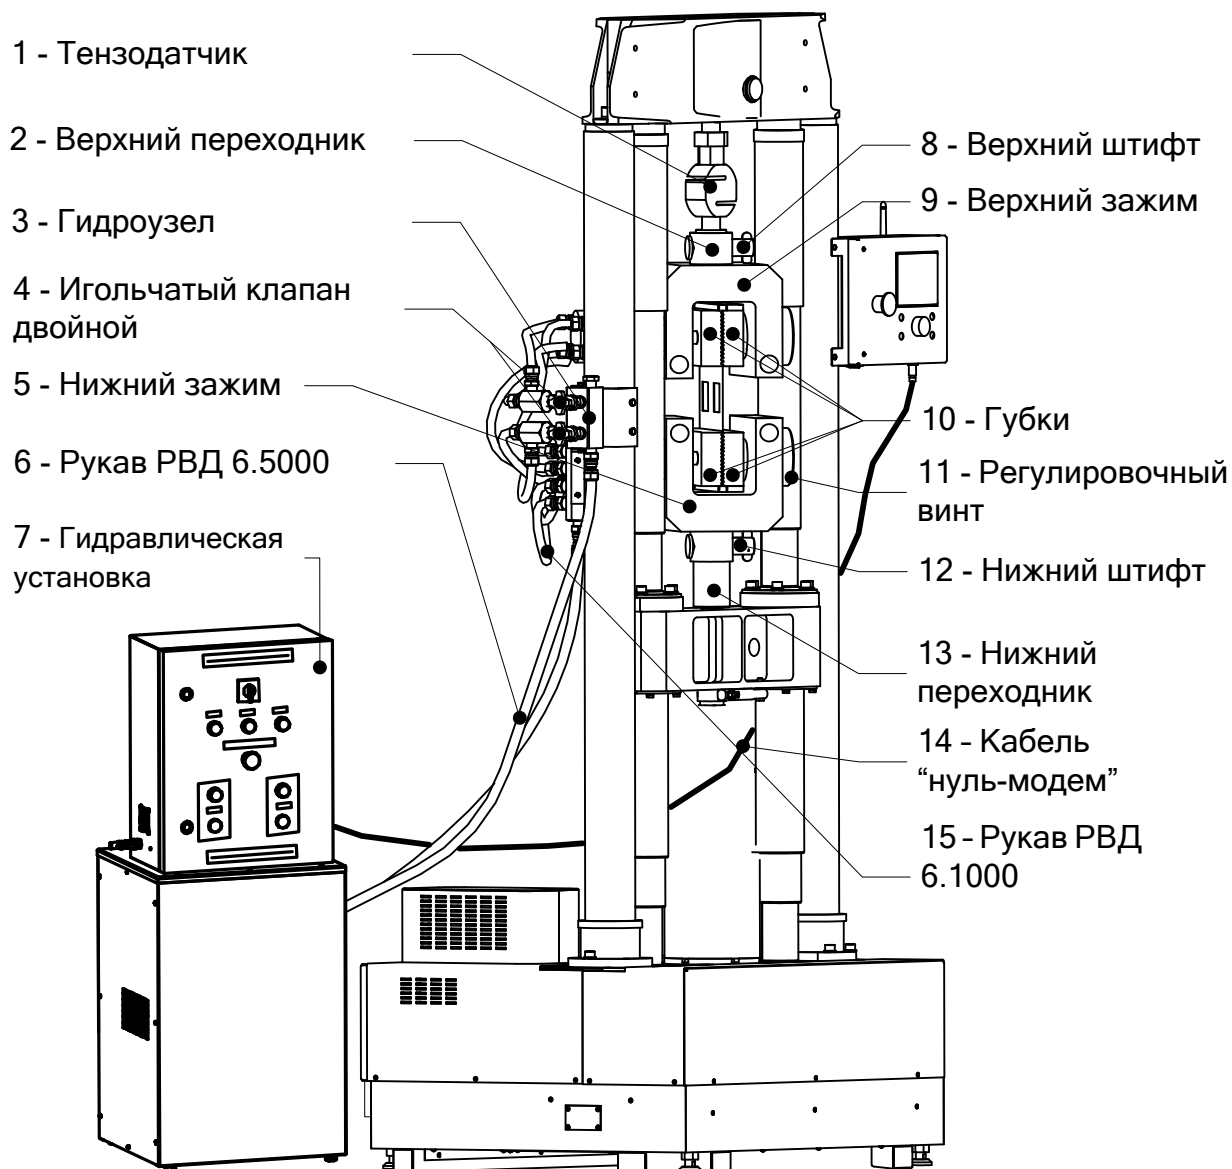

Рисунок 1 – Общий вид тисов, установленных в МРП-20
2.1.4 Зафиксировать при помощи резьбового соединения нижний переходник (поз. 13 рисунок 1, страница 5) в МРП-20. До упора должно оставаться 1-2 витка резьбы. Ось горизонтально расположенного отверстия для штифта должна располагаться в плоскости вертикальных стоек МРП-20.
2.1.6 Установить нижний зажим (поз. 5 рисунок 1, страница 5, см. наклейку на изделии) таким образом, чтобы совпали отверстия для штифта в переходнике и зажиме.
2.1.7 Установить штифт (поз. 12 рисунок 1, страница 5).
2.1.8 На нижний зажим установить верхний (поз. 9 рисунок 1, страница 5; плоскости губок должны совпадать).
2.1.9 Зафиксировать при помощи резьбового соединения верхний переходник (поз. 2 рисунок 1, страница 5) в МРП-20. До упора должно оставаться 1-2 витка резьбы. Ось горизонтально расположенного отверстия для штифта должна располагаться в плоскости вертикальных стоек МРП-20.
2.1.10 Подняв нижнюю подвижную балку МРП-20 вращением ручки управления, зафиксировать соединение верхним штифтом (поз. 8 рисунок 1, страница 5).
2.1.11 Зафиксировать гидрораспределитель (поз. 3 рисунок 1, страница 5) при помощи болтов из комплекта принадлежностей.
2.1.16 Открыть верхний игольчатый клапан (поз. 4 рисунок 1, страница 5) полностью, нижний – за $\frac{3}{4}$ оборота до состояния полностью открытого.
- 2.4.9 При помощи регулировочных винтов (поз. 11 рисунок 1, страница 5) установить положение образца так, чтобы продольная ось образца совпадала с осью переходников 2, 13 и тензодатчика 1. Поворот винта на одно деление перемещает губку на 0,1 мм.